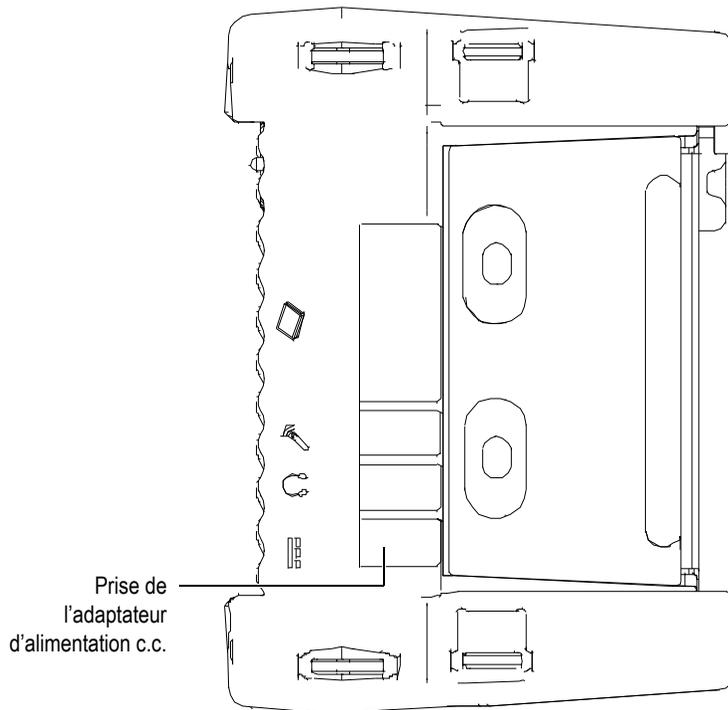

Figure 8-1 Prise d'adaptateur d'alimentation c.c. de l'OmniScan MX/MX1
2. Du côté droit de l'OmniScan MX/MX1, soulevez le couvercle en caoutchouc qui recouvre la prise du connecteur de l'adaptateur de courant continu (voir la Figure 8-1 à la page 99).
3. Branchez l'adaptateur d'alimentation c.c. à la prise de l'adaptateur d'alimentation c.c. de l'OmniScan MX/MX1 (voir la Figure 8-1 à la page 99).